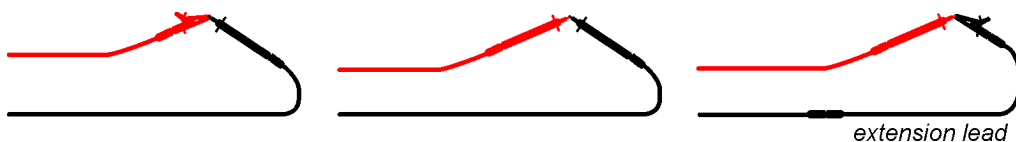

Figure 11.43: Fils de test raccourcis
- ☐ Connectez le câble de test à l'appareil et raccourcissez tous les fils de test ensemble, voir **Figure 11.43**.